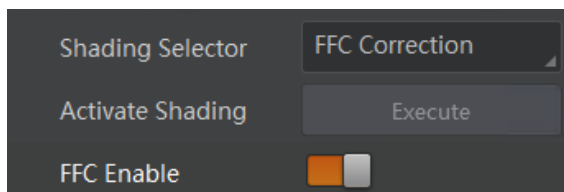

图12-14 FFC 校正设置
3. 勾选 *FFC Enable* 参数，使能校正功能，如图 12-14 所示。